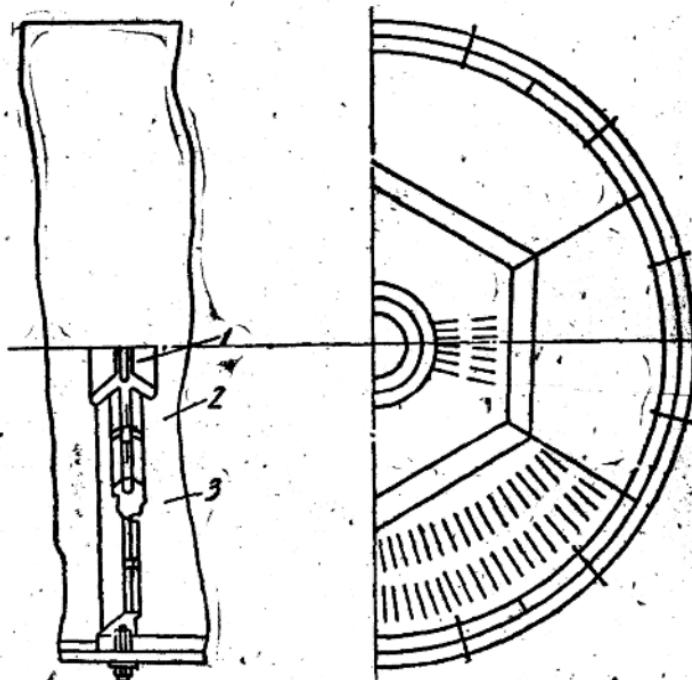

图 4 筛板
2. 单层筛板：单层筛板是由，筛板、中心筛板与通风板所组成，此种筛板构造简单更换容易，所占磨内体积也小，干磨、湿磨皆可采用，如图 4 所示：